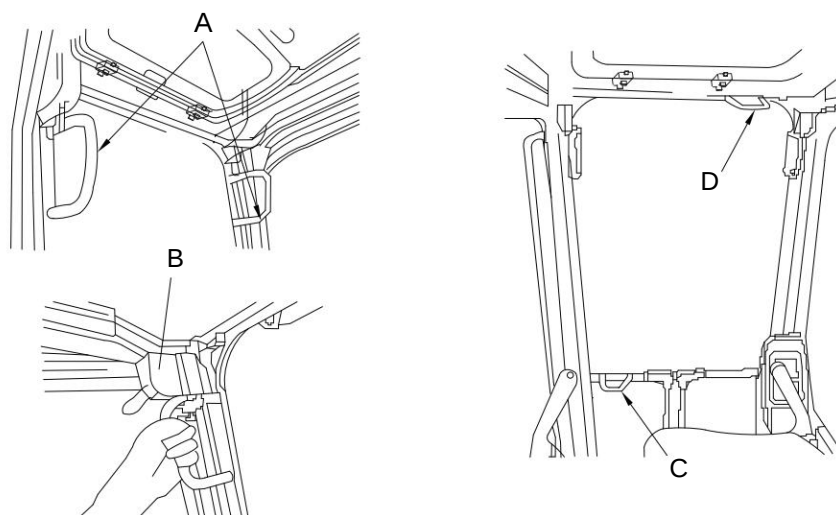

Figura 3-84
- d) Segure as alças (A) no lado esquerdo e direito da frente janela com as duas mãos e puxe a alavanca da trava (B) para soltá-la. No momento, a janela frontal pode se mover conforme mostrado na Figura 3-84. e)
- Segure a alça inferior (C) da janela frontal da cabine com a mão esquerda e segure a alça superior (D) para puxá-la para cima com a mão direita até que a janela frontal fique no topo da cabine.
- f) Verifique se a alavanca de travamento (B) está firmemente na posição travada.